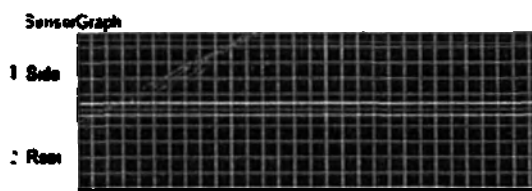

Рисунок 22 – Меню «Test» («Тестирование»). «SensorGraph» («График датчика»), где: 1 - «Side» («Боковой»); 2 - «Rear» («Задний»)
7. «Sensor Graph» («График датчика») (рисунок 22)